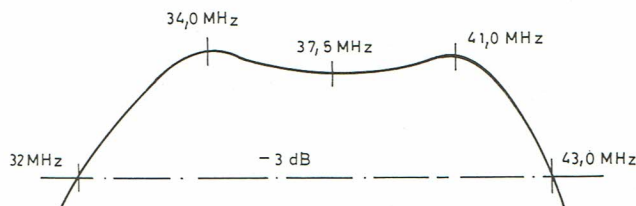

FIG. 15
- Régler : L 316 (T 309) et L 317 (T 309) pour obtenir la courbe fig. 15.
- L 327 (T 312) pour obtenir approximativement la courbe fig. 15.